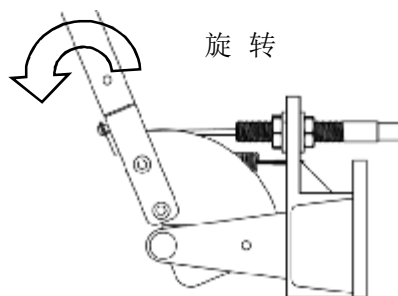

图 77 拉动松闸手柄示意图
2. 拉动松闸手柄使其绕支点旋转见 (P34 图 77), 此时制动器打开完成松闸动作。松闸时注意溜车速度和轿厢平层, 平层完成立即松开松闸手柄停止松闸。